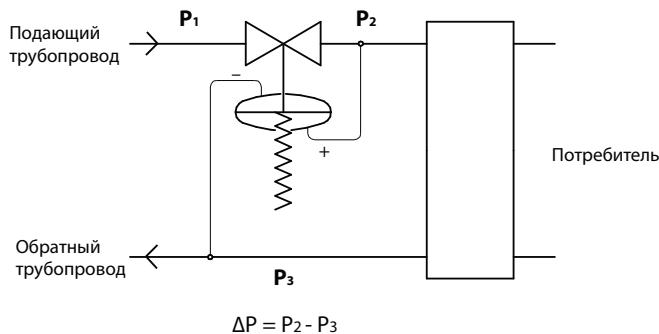

Рис. 1. Установка на подающем трубопроводе
1. Регуляторы перепада давления, закрывающиеся при повышении перепада давления. Пружина удерживает клапан в открытом положении, а большее давление воздействует на чувствительный элемент, закрывая клапан. Примерами регуляторов этой группы являются клапаны КАТ33. Типичное применение данной группы регуляторов перепада давления — регулирование перепада давления на потребителе за счет дросселирования подающего или обратного трубопроводов (см. Рис. 1 и 2):
Некоторые регуляторы перепада давления для работы требуют использования двух или более импульсных трубок. Они необходимы для передачи импульса регулируемого давления на чувствительный элемент клапана (мембрану, поршень или сильфон), а также для передачи силового импульса подвижным элементам. Необходимость импульсных трубок указана в описании клапанов. Импульсные трубы подсоединяются в точках поддержания перепада давления (см. Рис. 1, 2 и 3).